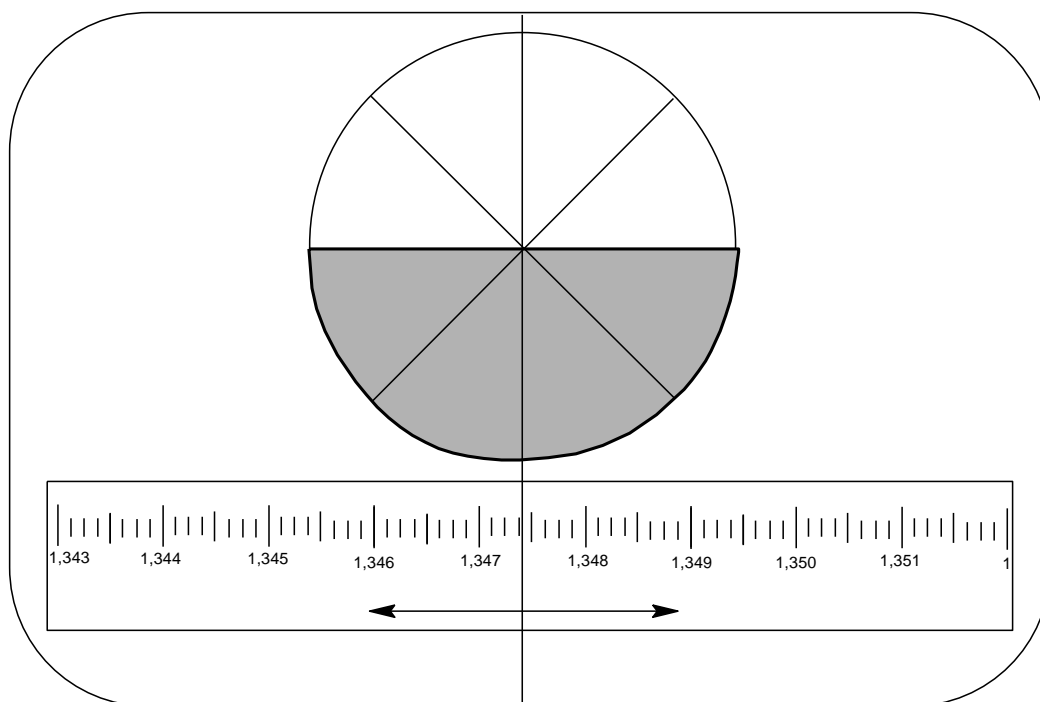

Рисунок 10 – Вид наблюдаемой картинке в окуляре рефрактометра
–Маховичком на правой стороне корпуса выводят эту границу на пересечение двух взаимно перпендикулярных диагональных прямых в поле видимости прибора (рисунок 10).